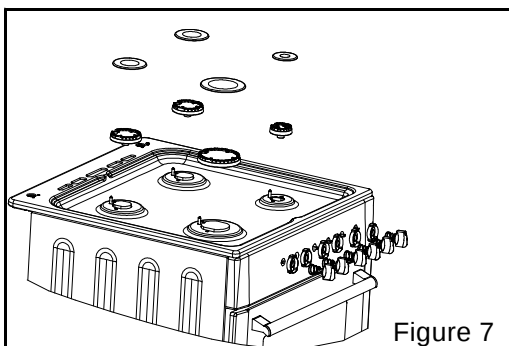

Figure 7
Le technicien devra tout d'abord vérifier le réglage gaz de votre cuisinière. Si elle est livrée en gaz naturel, il devra changer les injecteurs (voir ci-dessous) pour la rendre utilisable en gaz butane. L'installation doit être faite avec un tuyau gaz spécifique butane/propane vendu avec 2 colliers. L'embout gaz butane avec le joint sera installé sur la cuisinière, le tuyau sera enfoncé à fond sur cet embout et un collier sera installé en serrant correctement, mais sans couper le tuyau. Faire de même coté détendeur (voir fig. 7).
- Retirez le chapeau de brûleur + le brûleur supérieur. (voir fig.7)